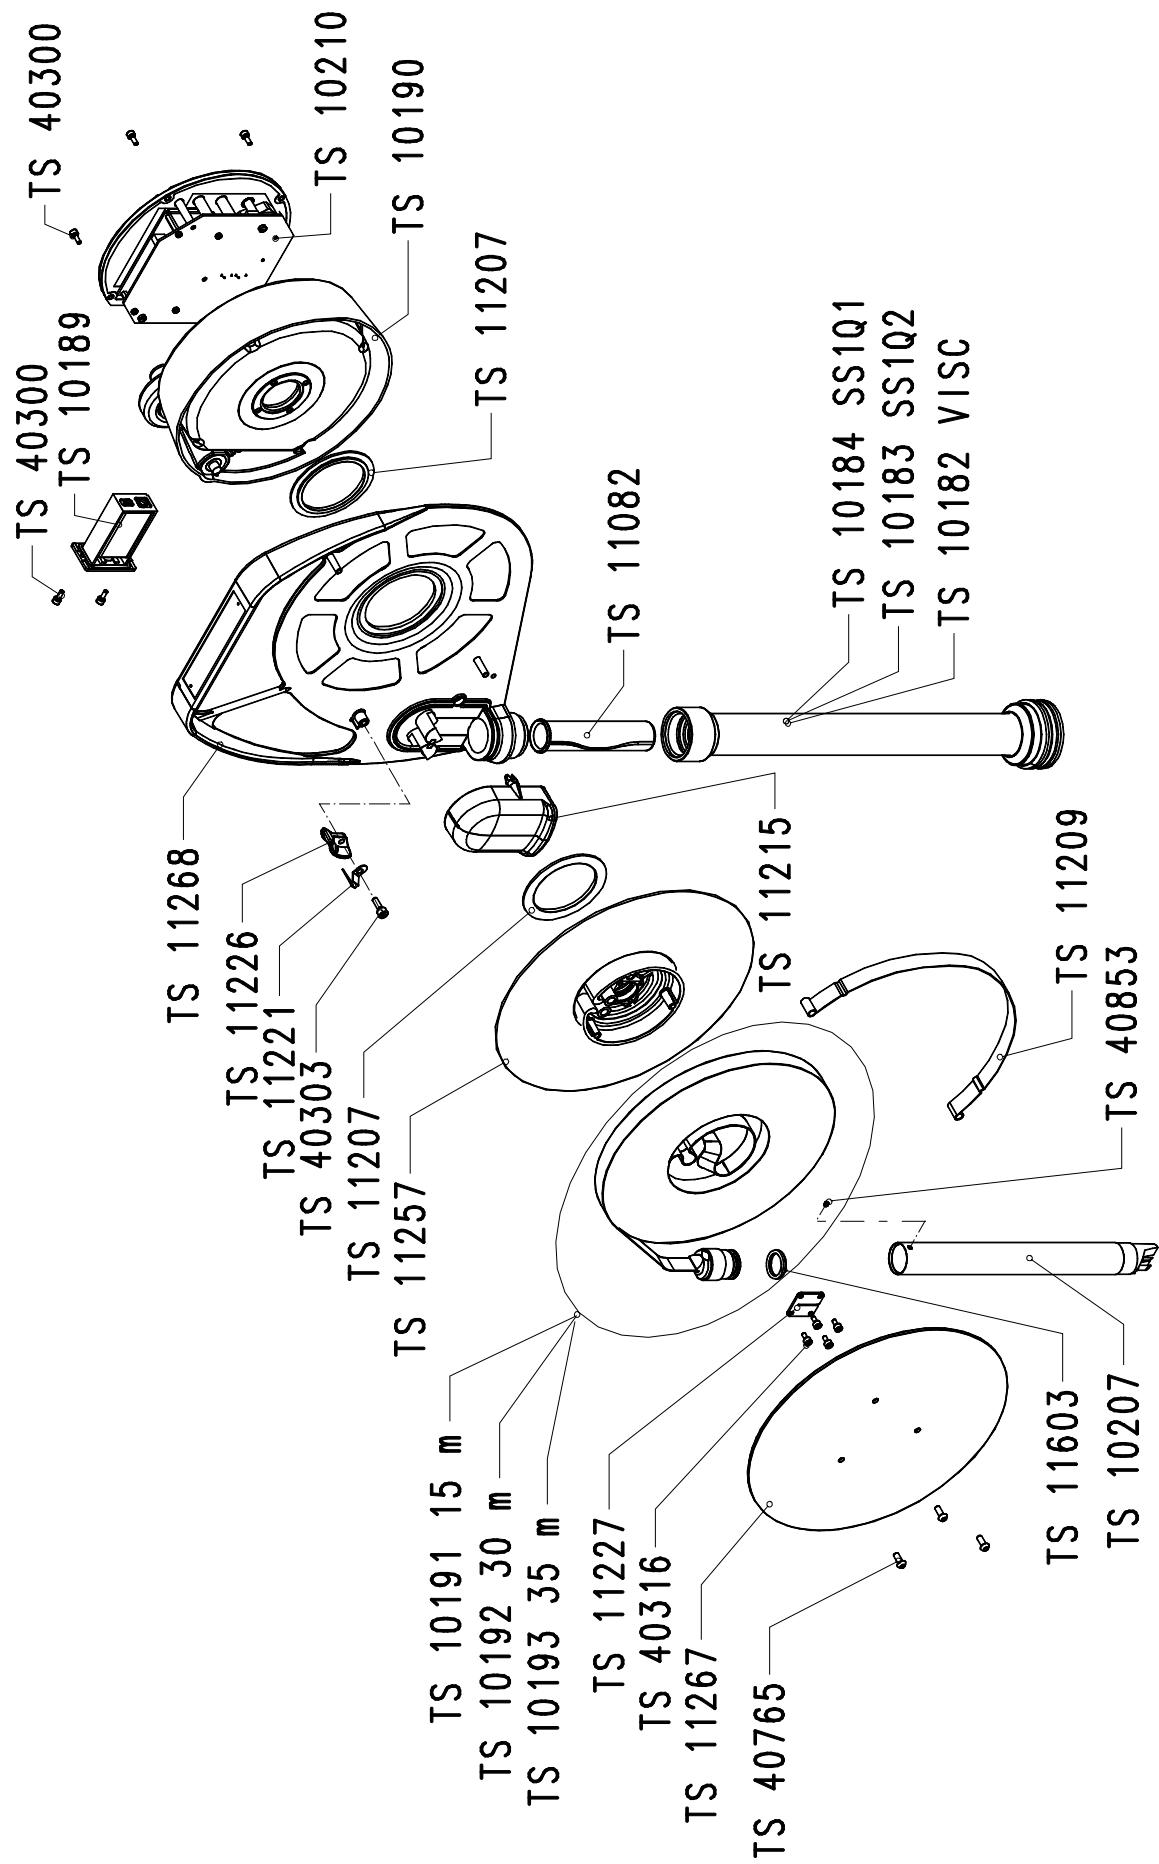

Рисунок 12-1 : общая сборка, список основных запчастей
- Рисунок 12-1: общая сборка, список основных запчастей